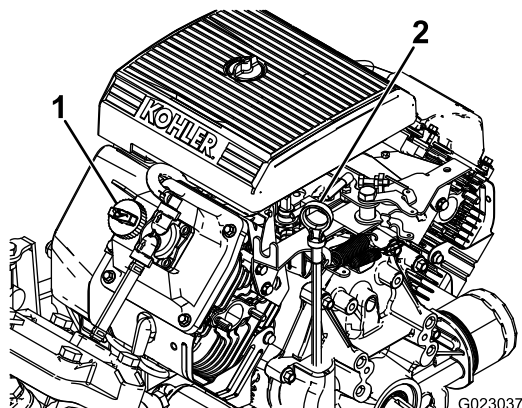

図 11
2. ディップスティックを抜ききれいなウェスで一度拭く(図 11)。
4. 油量が少なければバルブカバー(図 11)の上についている補給口を開け、ディップスティックの FULL マークまでオイルを補給するオイルの種類や粘度の選択については エンジンオイルについて\(ページ 41\)を参照